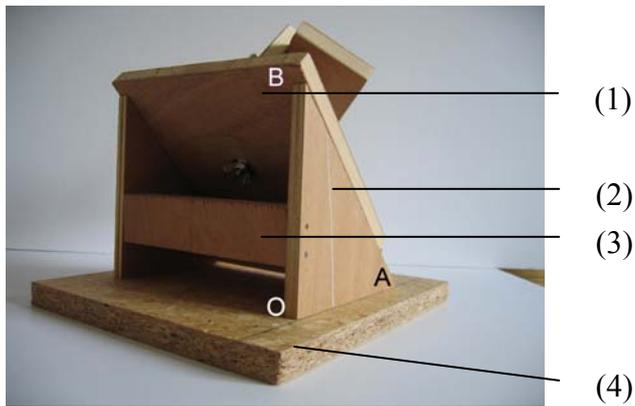

Figure 1 : support équatorial vu de 3/4
La première étape consiste en la construction du support équatorial proprement dit. Il est constitué d'un socle, de deux supports latéraux, de deux traverses et d'un plateau (*Fig. 1*).
Ceci étant fait, on peut assembler la première barre transverse (3) aux supports latéraux (2), puis fixer cette première partie sur le socle (4) (voir Fig. 1). On fixe ensuite la deuxième traverse (5), perpendiculairement à l'axe (AB), de façon à ce qu'elle dépasse des supports latéraux (2) d'un bon cm, tout en touchant le socle (4). On cloue enfin le plateau (1), en butée sur cette dernière traverse (3) (voir Fig. 2).